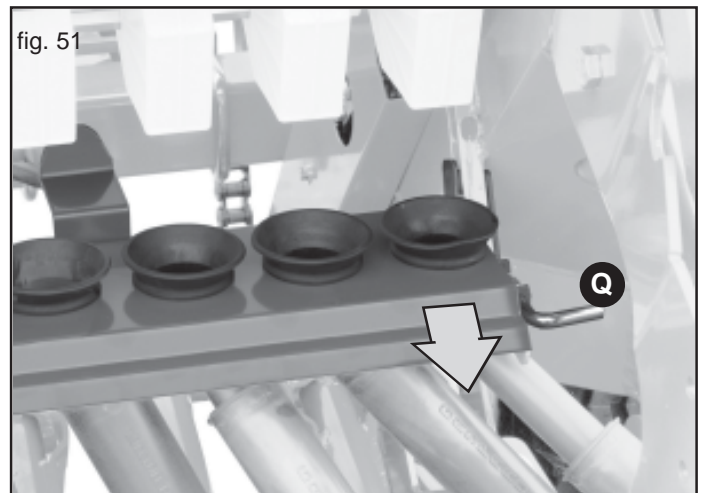

fig. 51
- Estrarre il chiavistello (Q, Fig. 51) e per mezzo delle maniglie spostare la bussoliera nel senso della freccia.